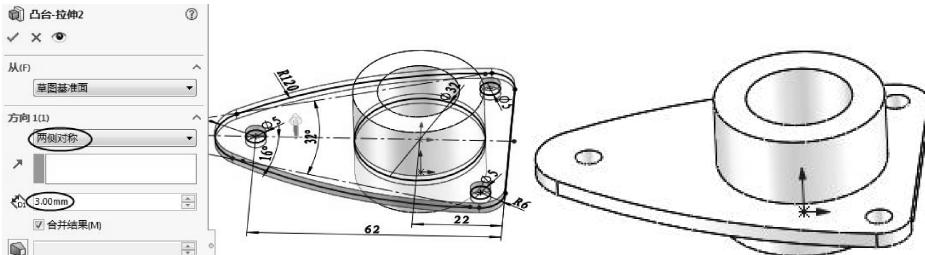

图 3-105 创建拉伸特征 2
- 退出草绘环境后，在拉伸属性面板中设置拉伸深度类型为 ，深度为 3，单击 **【应用】** 按钮 ，完成创建，如图 3-105 所示。